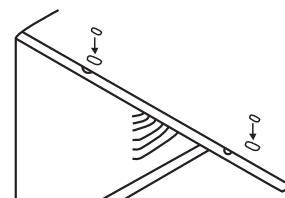

FIG. 6
9. Agregue dos insertos de espuma a los orificios en la parte superior del gabinete de donde se quitaron los tornillos de envío. (Ver Fig. 6.)
1. Coloque la junta de espuma en el ángulo superior sobre los orificios, como se muestra en la Fig. 6 en la página anterior.